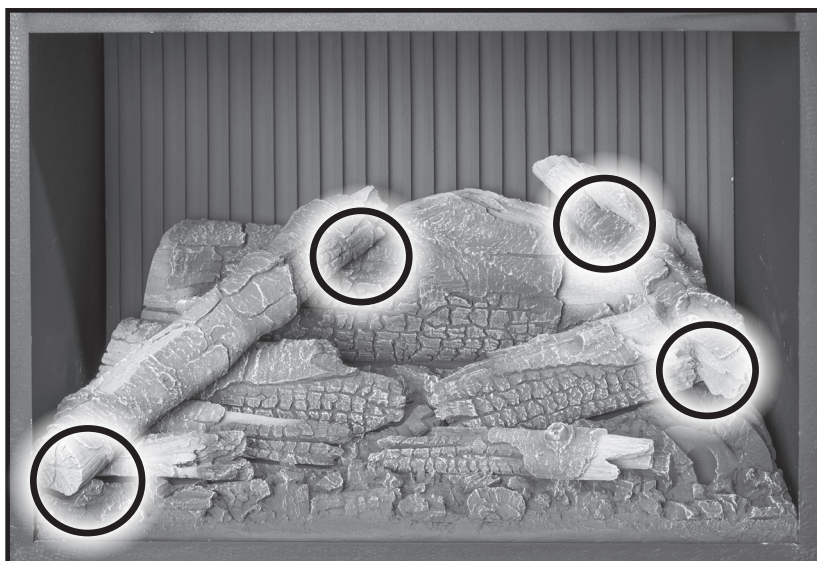

Figure 51. Journaux supérieurs.
6. Ensuite, installez les bûches supérieures gauche et droite, comme illustré à la figure 51. Notez les encoches de positionnement sur le côté